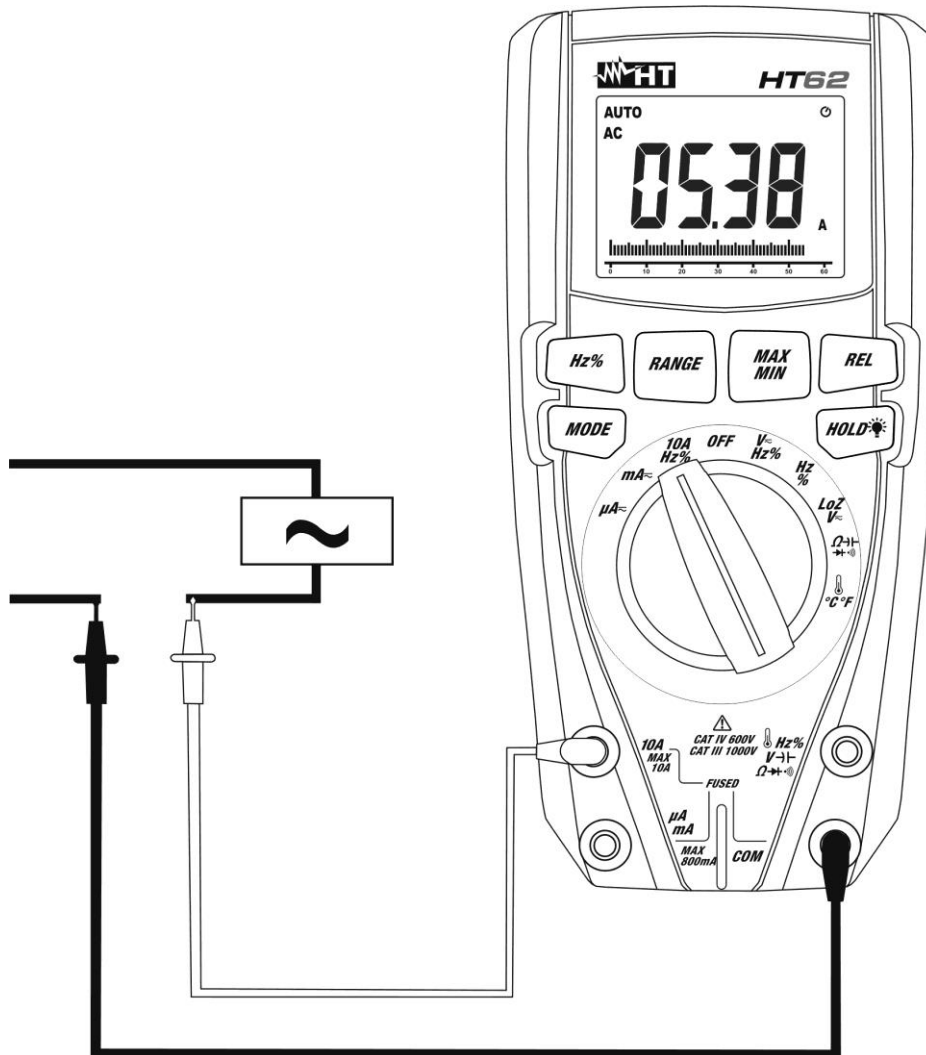

Fig. 11: Uso dello strumento per misura di Corrente AC
5. Collegare il puntale rosso ed il puntale nero in serie al circuito di cui si vuole misurare la corrente rispettando la polarità ed il verso della corrente (vedere Fig. 11)